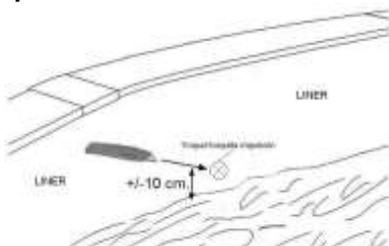

fig. 21
- 1) Una vez que el agua este a +/-10 cm. por debajo del borde inferior de la boquilla, marcar el orificio en el liner con un rotulador, con ayuda de una cuchilla, desde dentro de la piscina hacia fuera, cortar con cuidado y en forma de cruz el liner, sin rebasar el agujero troquelado, fig. 21.